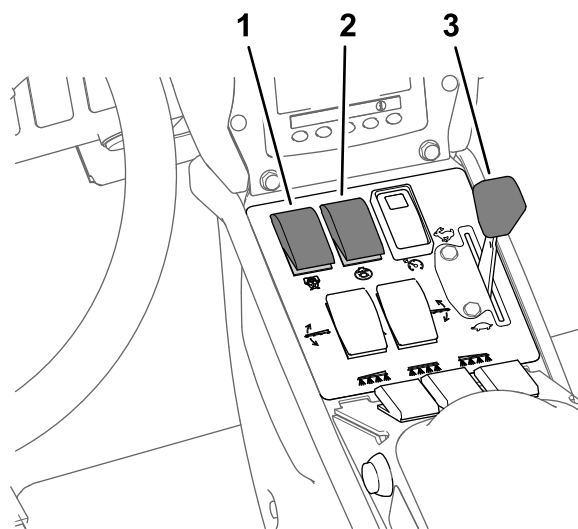

Figura 43
7. Spostate l'interruttore della pompa in posizione di ACCENSIONE (Figura 43).
8. Spostate l'acceleratore in posizione VELOCE (Figura 43) e lasciate girare il motore per 10 minuti.
6. Spostate l'interruttore dell'agitazione in posizione di SPEGNIMENTO e impostate l'acceleratore in posizione VELOCE (Figura 43).